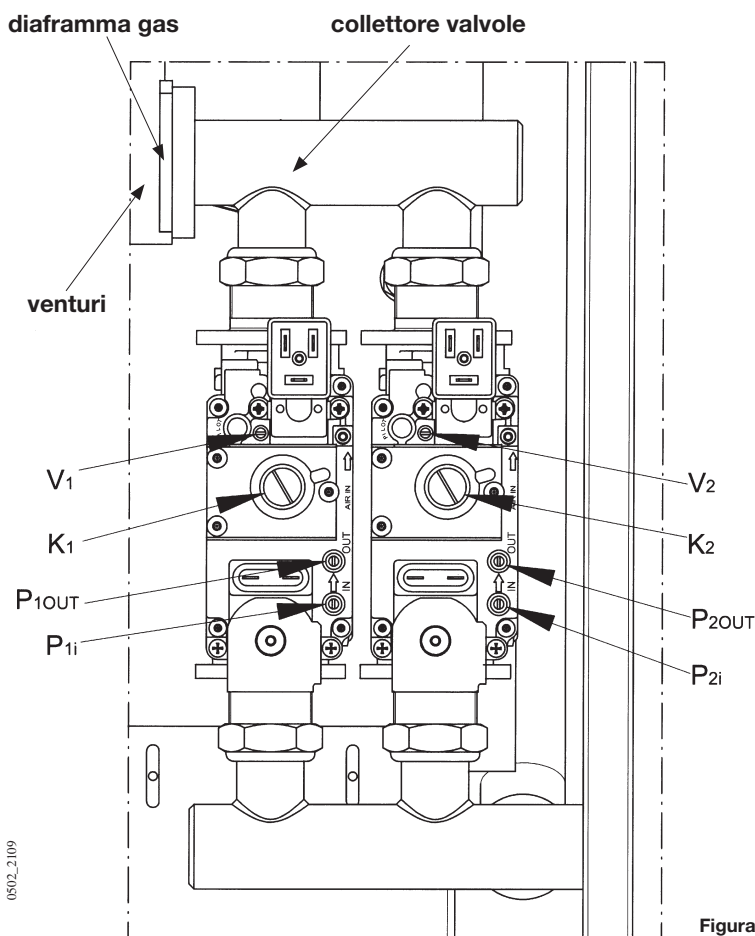

Figura 12b
## 13.2 MODELLI CON DOPPIA VALVOLA (POWER HT 1.1150, 1.1200 E 1.1500) FIGURA 12b
- Per i modelli con doppia valvola sostituire il diaframma gas situato all'ingresso del venturi (figura 12b).